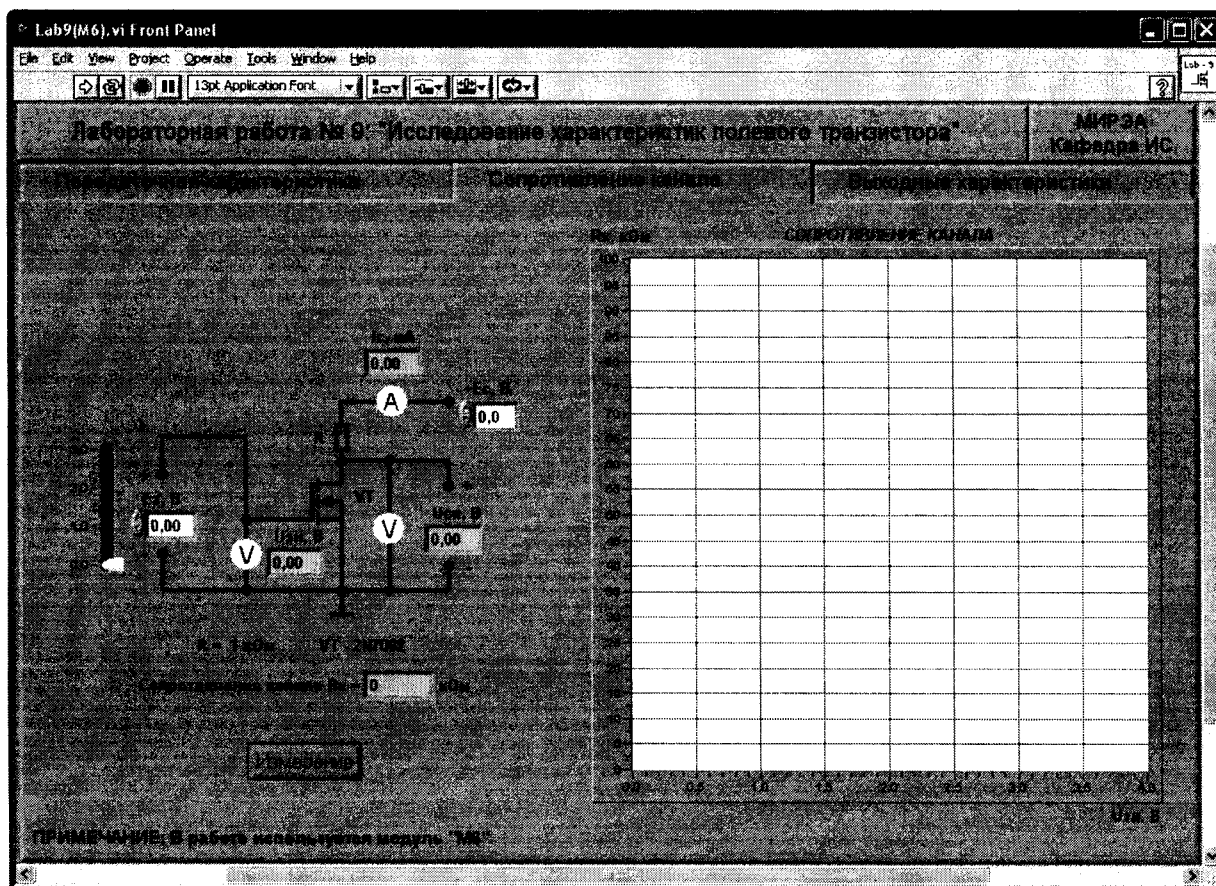

Рис. 9.9. Лицевая панель ВП при выполнении задания 2
4.2.1. На лицевой панели ВП нажмите мышью на закладку с надписью «Сопротивление канала». На экране появится изображение ВП, приведенное на рис. 9.9.